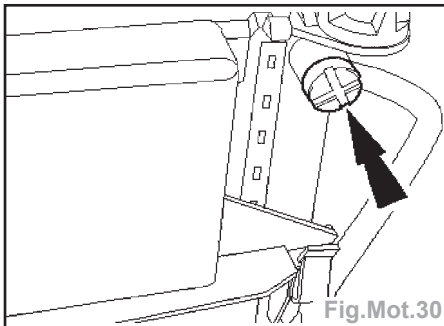

Fig.Mot.30
- Déposer le purgeur du radiateur (Fig. Mot.30).